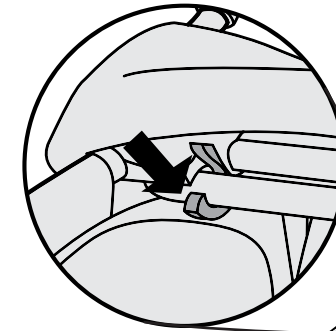

Figure 3
3. Serrez les tubes du cadre pour les verrouiller fermement (Figure 3).